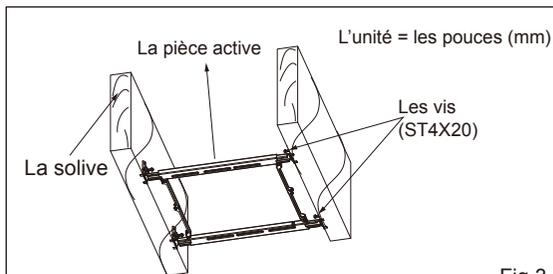

Fig.3
2. Fixer un côté de l'assemblage de tasseau aux solives par percer les vis de taraud (ST4x20) qui sont fixés (Fig.3).
3. Ajuster la longueur de l'assemblage de tasseau comme l'espacement entre les solives, et installer à solive par percer les autres deux vis de taraud qui étaient fixés sur l'autre côté. Ajuster la partie active de l'assemblage de tasseau à la position correcte (Fig.3).